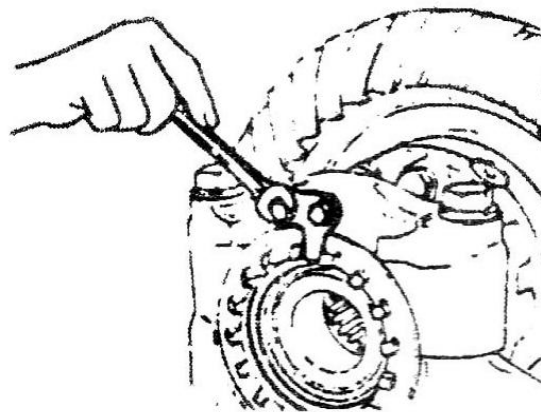

图 7-19
- (7) 装复锁块(图 7-19)；
- (8) 将装复完毕的主减速器总成，装到后桥壳上，并在减速器与桥壳接合面和紧固螺栓上均匀涂上密封胶。